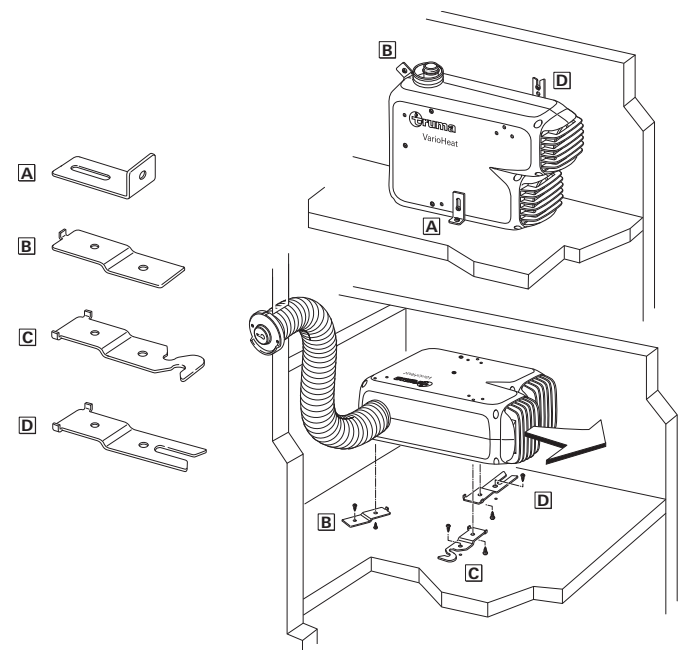

Figure 12
Fixer les tuyaux tous les 50 cm avec une bride (15) (figure 12).